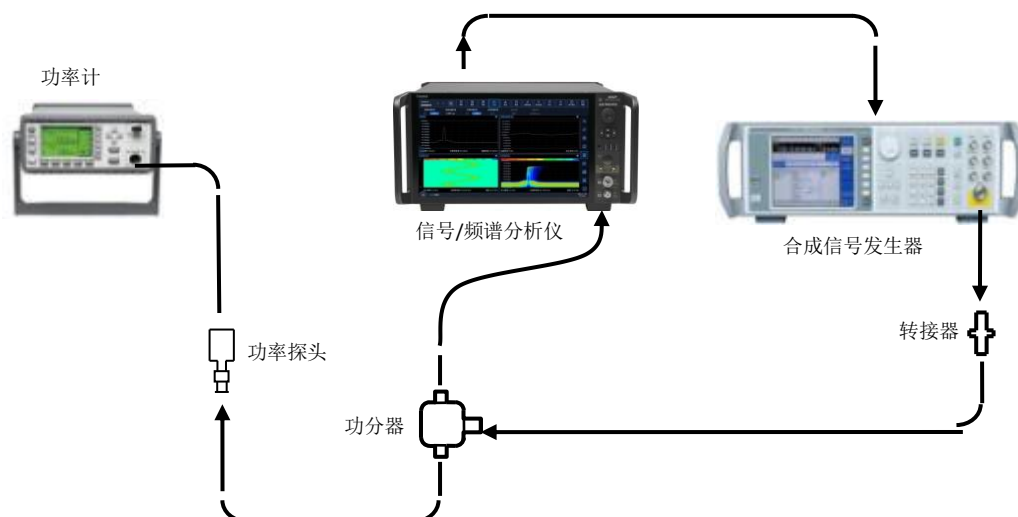

图 7.34 前置放大器开频率响应测试示意图 (100MHz ~ 8.4GHz)
- 1) 按照图 7.34 所示连接测试仪器,功分器的一端口与 4082 的射频输入 1 端口连接,4082 的 10MHz 参考输出为合成信号发生器提供 10MHz 的外部参考输入;